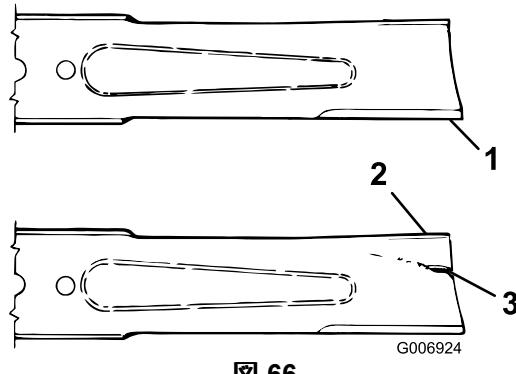

図 66
3. ブレードの切っ先を注意深く観察、特に、直線部と曲線部が交わる部分をよく観察する図 66。
4. 磨耗が進んでいる場合図 66 には、ブレードを交換する ブレード回転面の管理 \(ページ 50\) を参照。